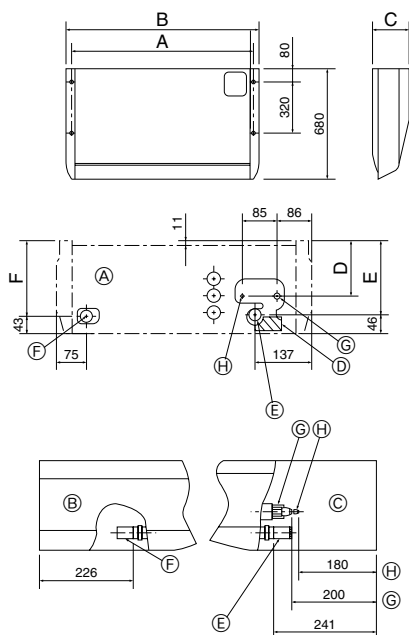

Fig. 3-2
3.2. Voorbereidingen voor de montage (Fig. 3-2)